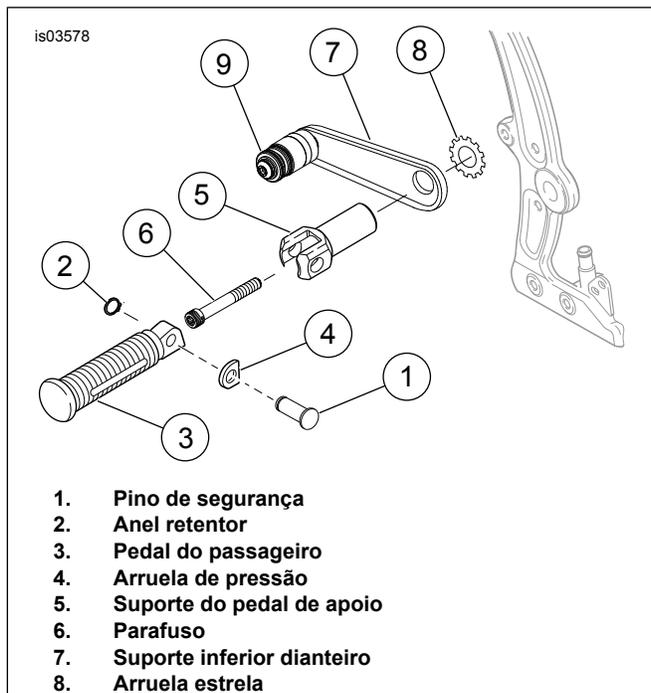

Figura 5. Instalação do pedal do passageiro
1. Veja Figura 5. Remova o pino de segurança (1) e o anel retentor (2) que fixam o pedal do passageiro (3) e a arruela de pressão (4) ao suporte do pedal de apoio (5).
Veja Figura 5. Instale o pedal do passageiro no suporte do pedal usando o pino de segurança (1), a arruela de pressão (4) e o anel retentor (2).